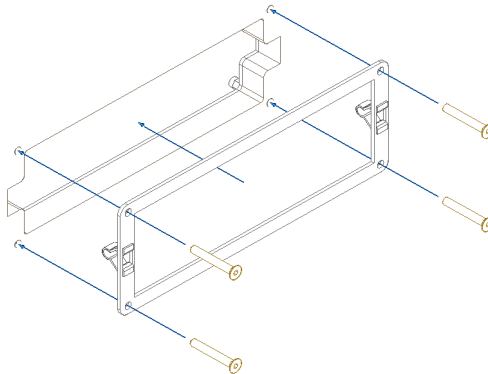

Figura 20 - Instalação do display fora do equipamento
5. Com todo o suporte fixo à parede, pode-se colocar o display no aro de acabamento, fixando o display pela frente e a caixa pela traseira. Temos de ter ligado os dois fios do display e deve-se ter em conta o seu comprimento este deve ser o suficiente para o poder remover sem criar qualquer problema ou tensão ou interferência do cabo. Finalmente, deve-se colocar o aro com o display encaixando os pernos nas molas de fixação como mostra a figura 20.